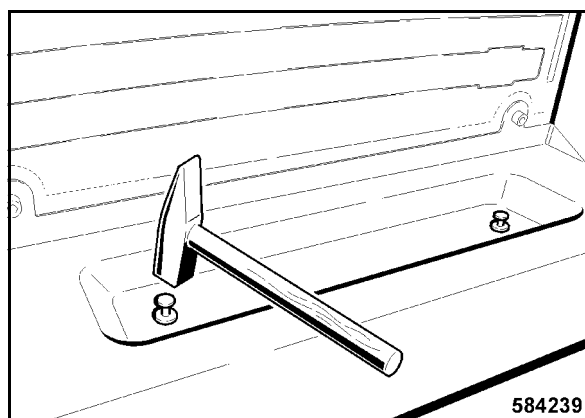

fig. 188
- Installer la plage arrière et enfoncer, avec précaution et à l'aide d'un marteau, les deux fixation en plastique dans les alésages respectifs (fig. 188).